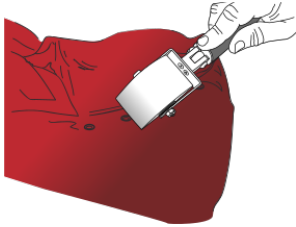

Figure 18
- ▶ Passer ensuite la ROLLRIV (FIG. 18) sur le film pour le faire adhérer sur toute la surface du rivet puis faire le tour du rivet avec la raclette ou le pouce.